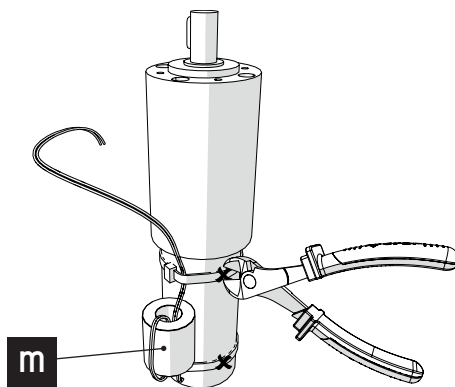

Fig. 32 - Motorbyte (Ferritborttagning)
10. Klipp av de två klämmorna som håller motorns strömkabel och ferritörret (m) med hjälp av en avbitartång (fig. 32);